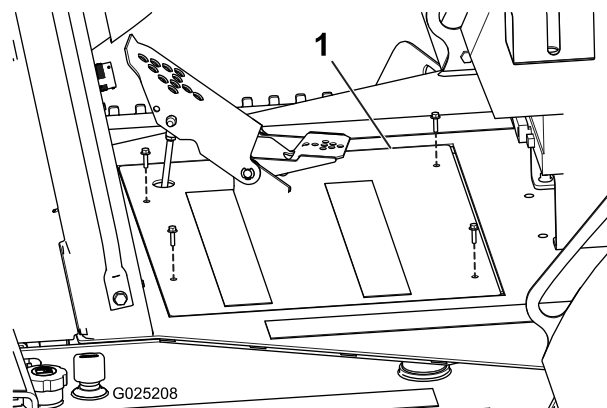

図 3
2. フットプレートフレームに固定しているボルト (4本) を外してプレートを外す (図 3)。